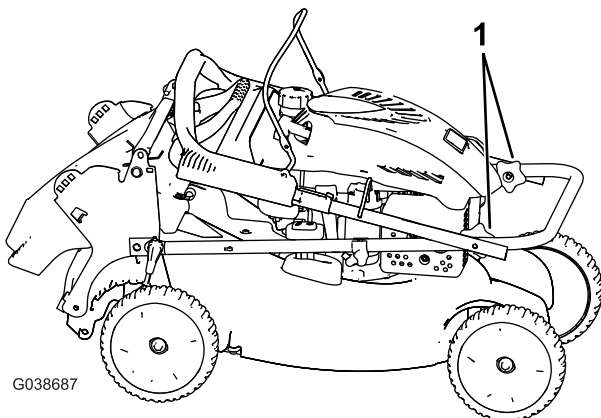

Bild 4
1. Lösen Sie die Griffhandräder (Bild 4).